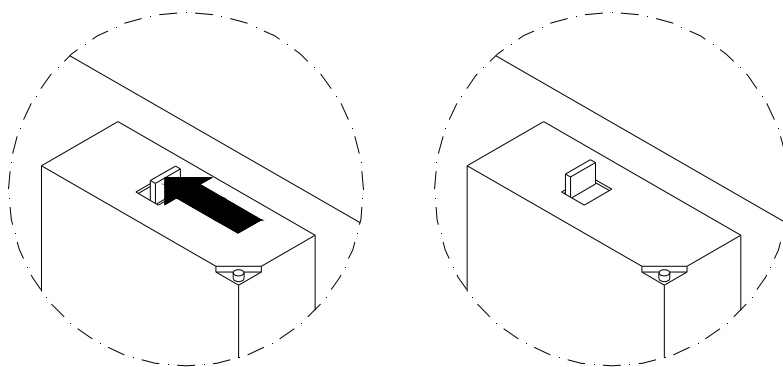

Figura 27 - Ripristino del Monitoraggio
- Ripristinare il relè del monitoraggio come mostrato in *Figura 27*